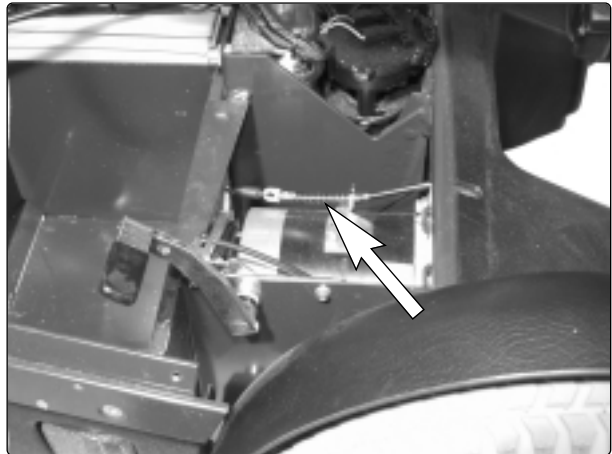

Abb. 18. Entriegelungsdraht Magnetbremse
7. Ziehen Sie die Drahhülse nach vorne und führen Sie den Draht durch den Schlitz des Drahthalters heraus. Haken Sie den Bremsentriegelungsdraht aus der Magnetbremse aus, siehe Abb. 18.